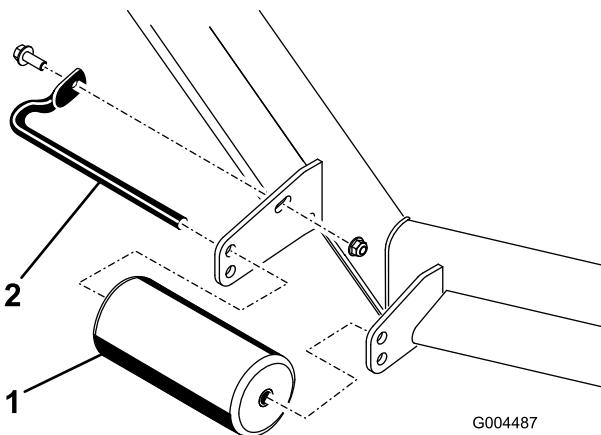

図 24
4. デッキのローラを固定しているボルトナット類を外して、ローラの高さを調整する；使用するデッキのタイプに合わせて 図 24 から図 28 を参照。